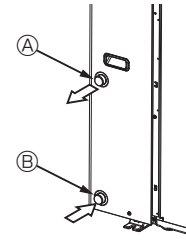

Fig. 4-1
### 4.1. Collegamento delle tubazioni dell'acqua (Fig. 4-1)
- La Fig. 4-1 indica la posizione dei tubi interni ed esterni.
[Fig. 4-1]